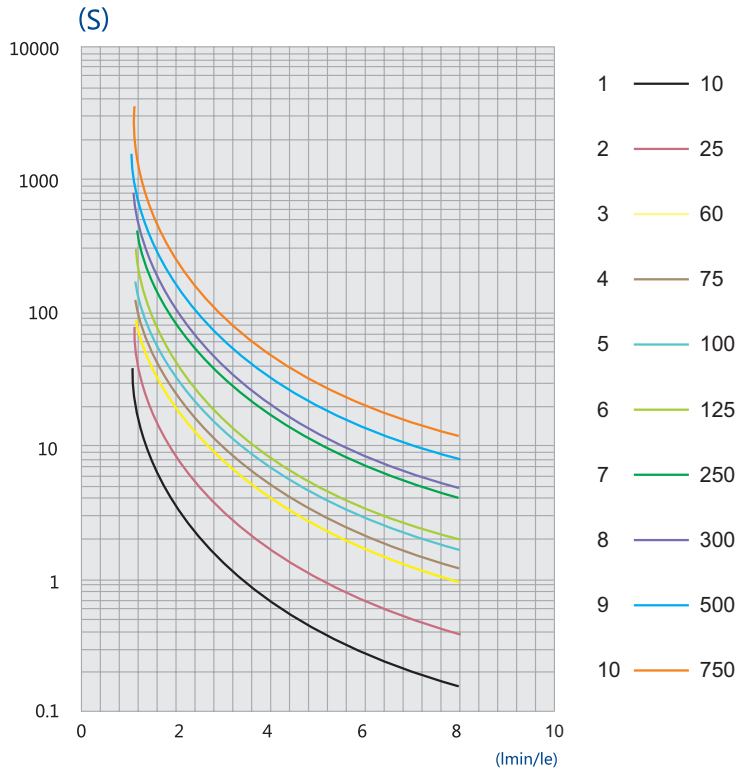

图12 过载保护曲线图
- 7、过载曲线选择: 0-10可设, 0为关闭过载(过流)保护, 1-10为10条曲线见5.2.1, 见(图12)。